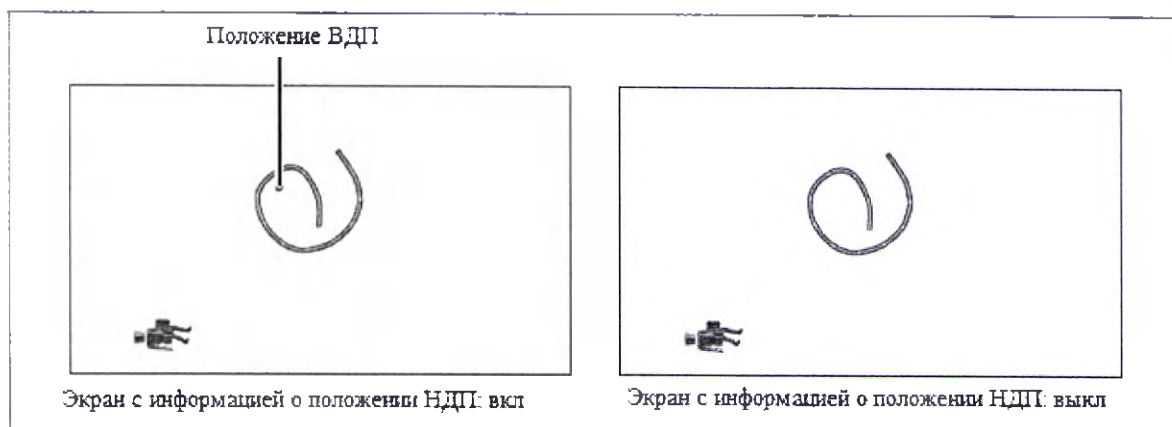

Рисунок 5.3
- Каждое нажатие кнопки включает ([On]) и отключает ([Off]) экран с информацией о положении НДП (см. рисунок 5.3).